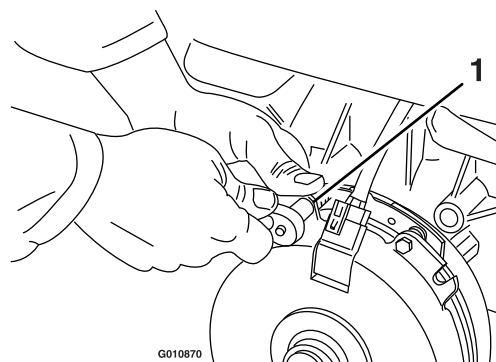

Figura 72
- A. Desaperte ambos os parafusos de montagem do travão meia para uma volta, como se mostra na Figura 72.